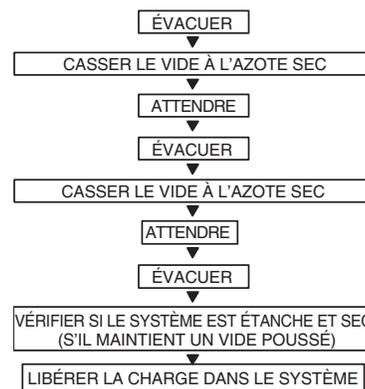

Fig. 20 – Méthode de triple évacuation
La méthode d'évacuation triple devrait être utilisée uniquement lorsque la pompe à vide ne peut appliquer un vide de 500 microns et que le système ne contient pas d'eau liquide. Consultez la figure 20 et procédez comme suit :
5. Répétez cette procédure comme indiqué à la figure 20. Le système sera ensuite exempt de contaminants et de vapeur d'eau.